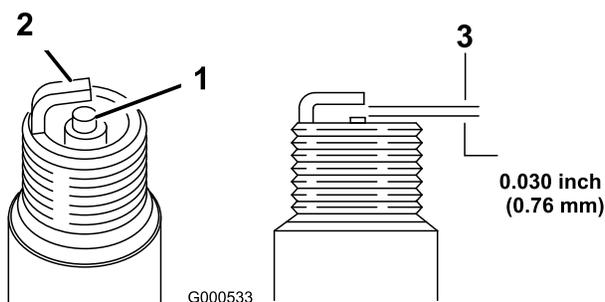

Bild 35
- Sehen Sie sich die Mitte der Zündkerze an (Bild 35). Wenn der Kerzenstein hellbraun oder grau ist, ist der Motor richtig eingestellt. Eine schwarze Schicht am Kerzenstein weist normalerweise auf einen schmutzigen Luftfilter hin.
- Prüfen Sie den Abstand zwischen den mittleren und seitlichen Elektroden (Bild 35). Verbiegen Sie die seitliche Elektrode (Bild 35), wenn der Abstand nicht stimmt.